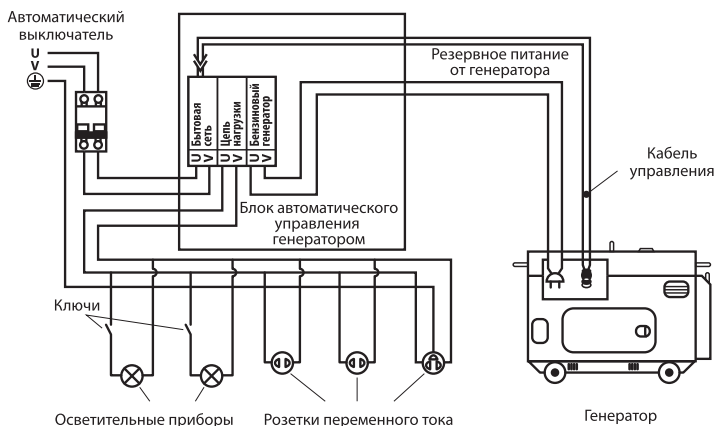

Рис. 3
6. Проверьте правильность подключения согласно схеме (рис. 3).